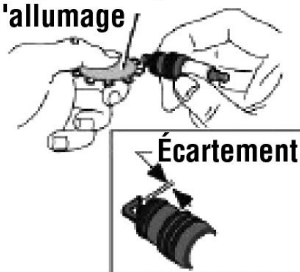

fig. 18
4. Vérifiez l'écartement à l'aide d'une jauge de bougies conformément à la figure 18. Au besoin, rétablissez l'écartement (voir Spécifications).